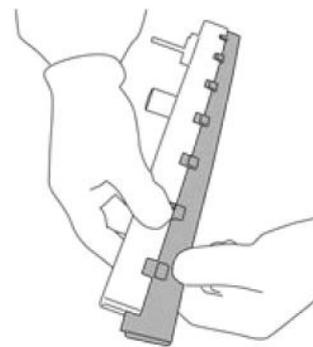

Abb. 28: Gummilippen herausziehen
- Gummilippe aus der Baugruppe herausziehen (Abb. 28) und mit umgedrehter Wischkante wieder einsetzen, So kann die Gummilippe noch einmal wiederverwendet werden.
- Gummilippe herausziehen (Abb. 28) und mit umgedrehter Wischkante wieder einsetzen, So kann die Gummilippen noch einmal wiederverwendet werden.